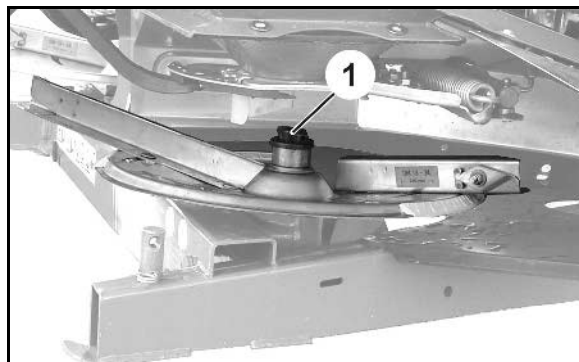

Рис. 45
1. Снимите барашковую гайку (Рис. 45/1).